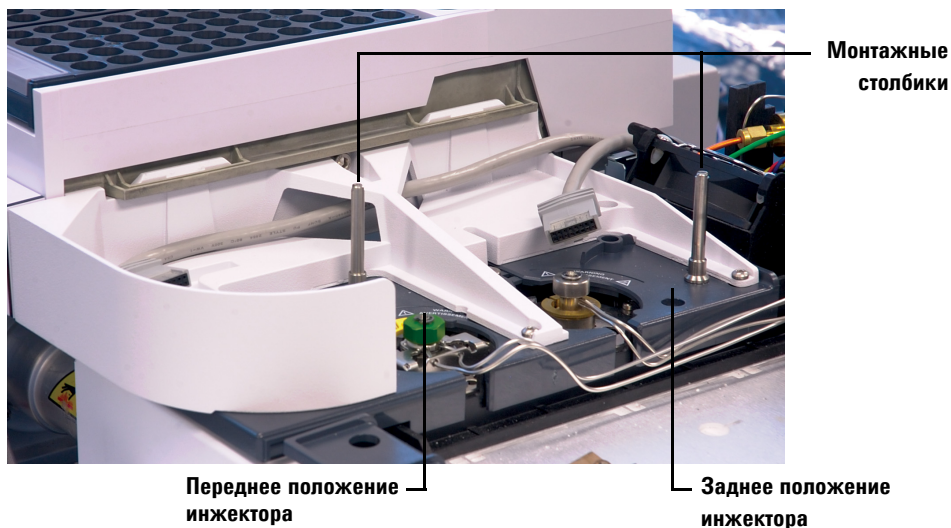

Рис. 15 Установка монтажных столбиков на ГХ серии 7890.
- **ГХ серии 7890, ГХ 7820А и МСД 7820.** Установите в крышке каналов ввода в переднем или заднем положении, на ваш выбор. Затяните монтажный столбик до упора (**Рис. 15**).